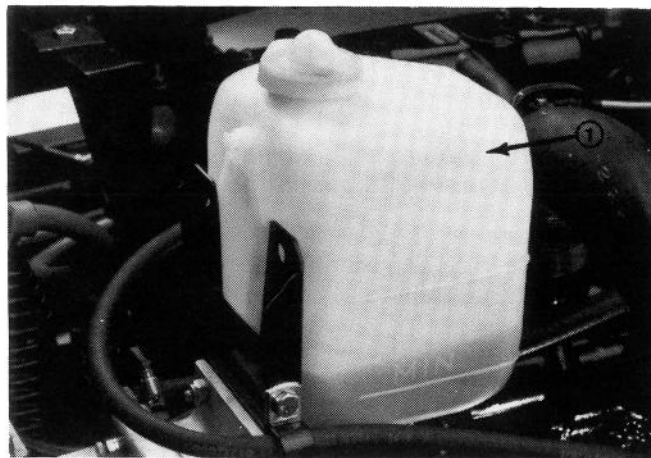

Figura 11
3. Revisar el nivel del refrigerante. El radiador deberá estar lleno hasta la parte superior de la boquilla de llenado y el depósito de expansión (Figura 11) debe llenarse hasta un punto equidistante entre las marcas de su costado.